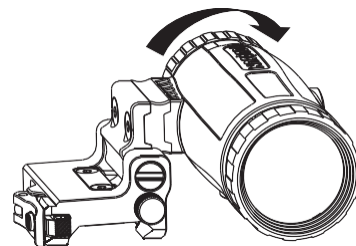

Рис. 3
2. Увеличитель можно откинуть в сторону на 90 градусов, как показано на Рис. 3.
- 1) Откиньте увеличитель в сторону на 90°, как показано на Рис.3;